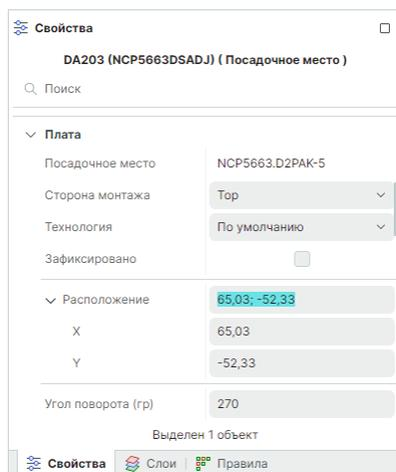

Рис. 171 Ввод координат для перемещения посадочного места
2. В пункте «Расположение» раздела «Плата» в панели «Свойства» введите новые координаты посадочного места, см. Рис. 171. Пункт